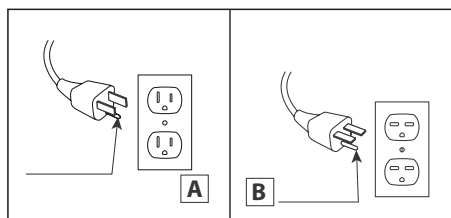

Fig.1
12. Conectar solamente a una toma de corriente con conexión a tierra adecuada. Este calentador debe utilizarse con 120 voltios. El cable incluye un enchufe tal como se muestra en la figura A en la Fig.1. No utilice un adaptador de 2 clavijas. Nunca use un cable de extensión o tomas de alimentación reubicable (enchufes/ regletas).